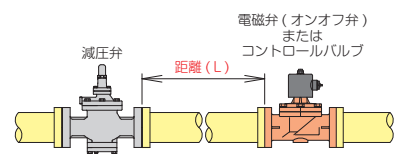

図 3. 減圧弁と制御弁との距離
9. 減圧弁の二次側に電磁弁(オンオフ弁)やコントロールバルブを設置する場合は減圧弁との距離(L)を取ってください。それぞれの距離(L)の目安は、電磁弁(オンオフ弁)は2m以上。コントロールバルブは呼び径100以下は1m以上、呼び径125以上は1.5m以上(図3参照)です。